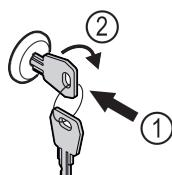

Fig. 207
- Ispauskite raktą. Fig. 207 (1)
- Pasukite raktą 90° pagal laikrodžio rodyklę. Fig. 207 (2)